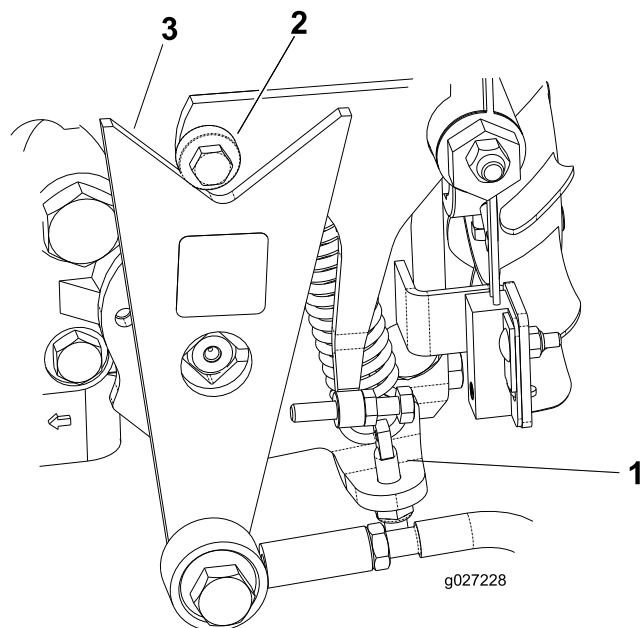

Figura 43
- Se le ruote girano nel senso giusto, spegnete il motore e regolate il dado di bloccaggio del perno di regolazione della molla (Figura 43). Regolate la posizione di folle della trazione; fate riferimento a Regolazione della trazione per la folle \(pagina 31\).